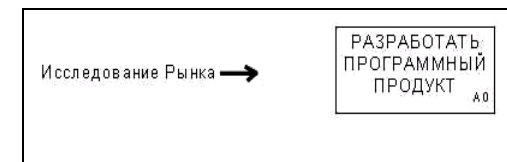

Рисунок 2.2 - Создание входной дуги
* Поместите указатель дуги внутрь метки "Исследование Рынка" около ее правой границы (рисунок 2.2).